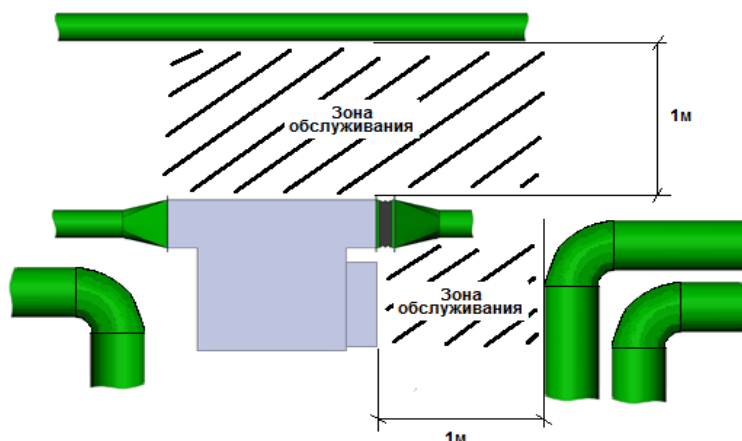

Рис.4. Зоны обслуживания Гидрофильтра.
- Со стороны обслуживания следует предусмотреть пространство шириной равной ширине установки для ремонтного обслуживания. В ремонтном пространстве могут быть установлены проводки, трубопроводы, кронштейны, которые можно легко демонтировать во время ремонта Гидрофильтра. (Рис.4)